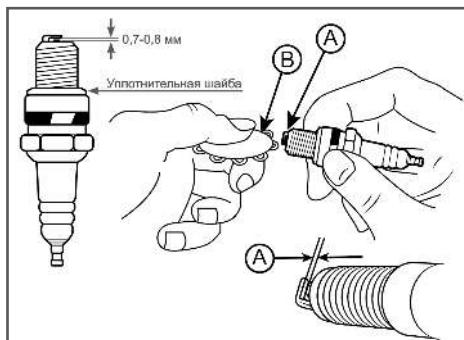

Рис. 37 Проверка межэлектродного зазора
4. Измерьте зазор А между электродами свечи зажигания специальным щупом В. Зазор должен быть $0,7-0,8$ мм (Рис. 37). При увеличении или уменьшении требуемого зазора, рекомендуется заменить свечу, так как регулировка зазора может привести к изменению качества искрообразования.